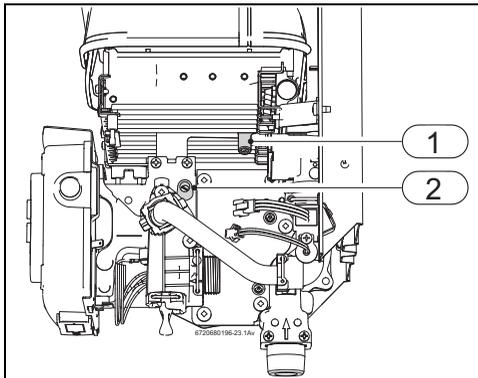

Fig. 24 Puntos de medición de presión
- ▶ Aflojar el tornillo obturador (Fig. 24, [1]).
- ▶ Conectar el manómetro al punto de medición para la presión del quemador (Fig. 24, [1]).
- ▶ Regular la presión del quemador mínimo (tabla 9) utilizando el tornillo de ajuste del caudal de gas mínimo (Fig. 24, [2]).